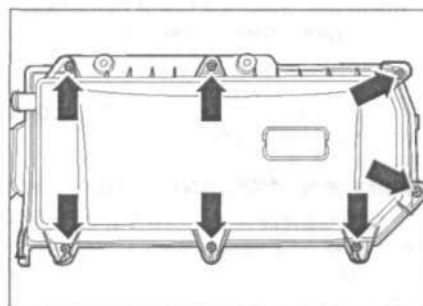

Рис. 2.10. Открутите винты (стрелки).
26. Открутите винты (стрелки) (рис. 2.10).